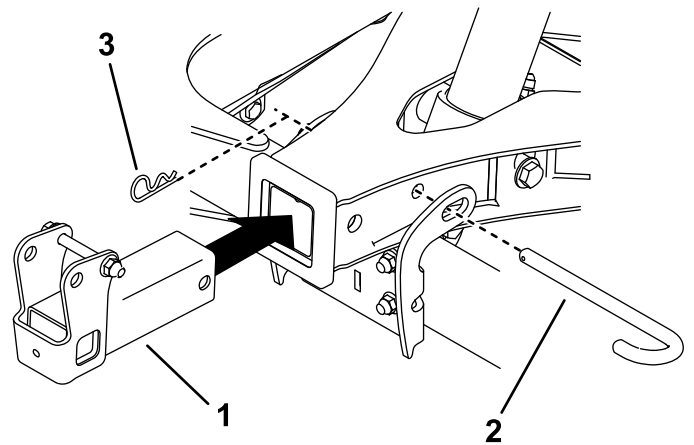

Figure 10
- Retirez la goupille d'attelage et la goupille fendue de l'accouplement en A et utilisez-les pour installer le dispositif d'attelage (Figure 10). Vérifiez que la goupille bloque l'accouplement en A sur le tube transversal.